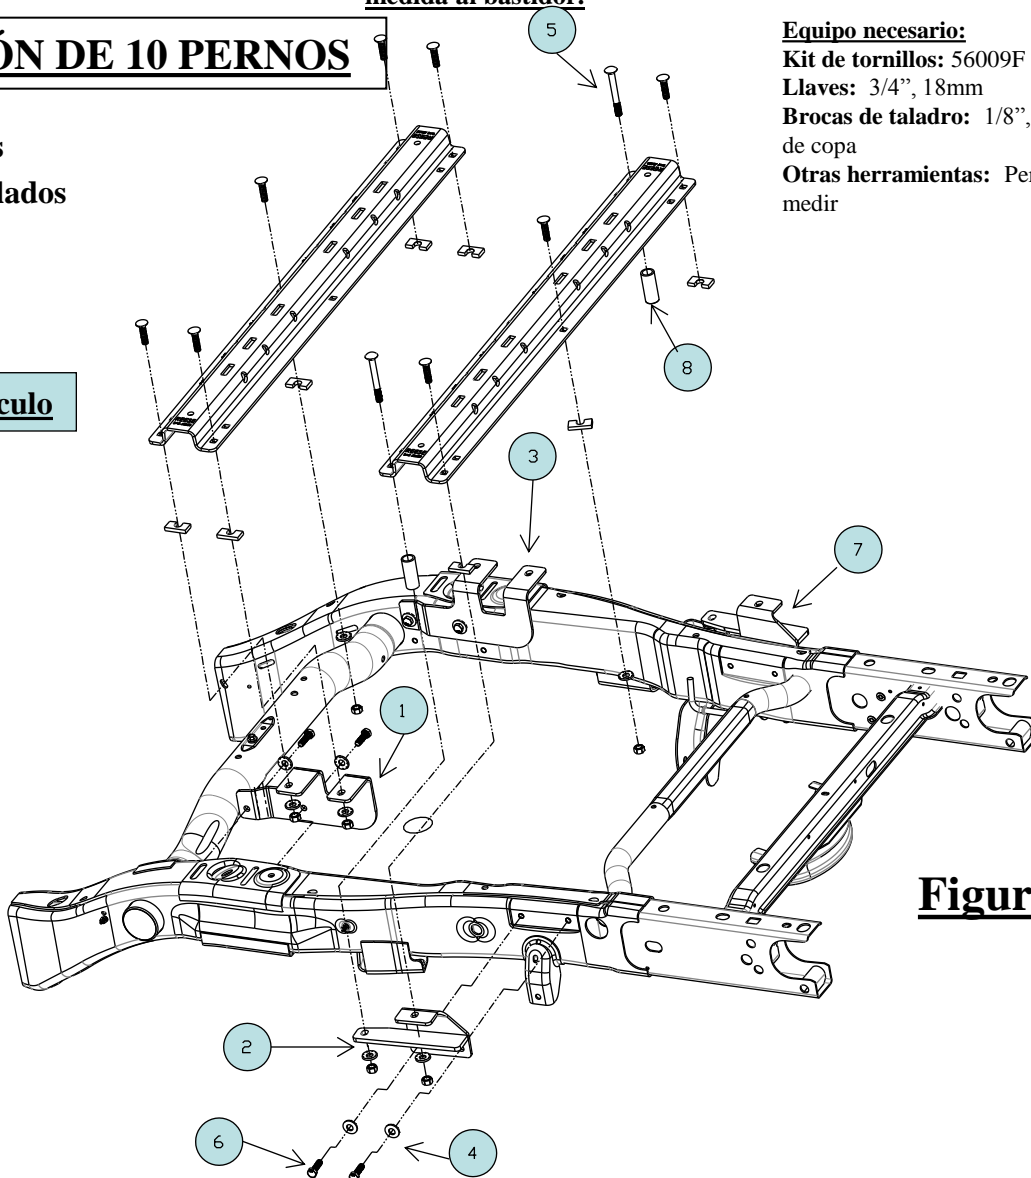

Figura 1
7. Sin apretar instale los soportes del bastidor colocando los pernos (6), las arandelas cónicas (4) y los soportes frontal (1) (3) y trasero (2) (7). (Ver Figura 1).